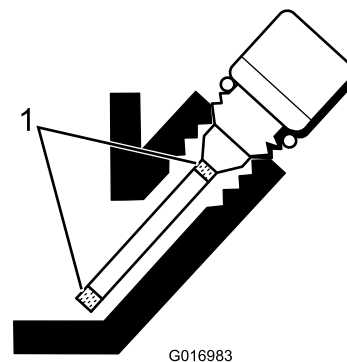

Figura 24
5. Se il livello è basso, rabboccate soltanto fino a raggiungere la posizione intermedia tra le tacche sull'asta di livello (Figura 24). **Non riempite troppo.**